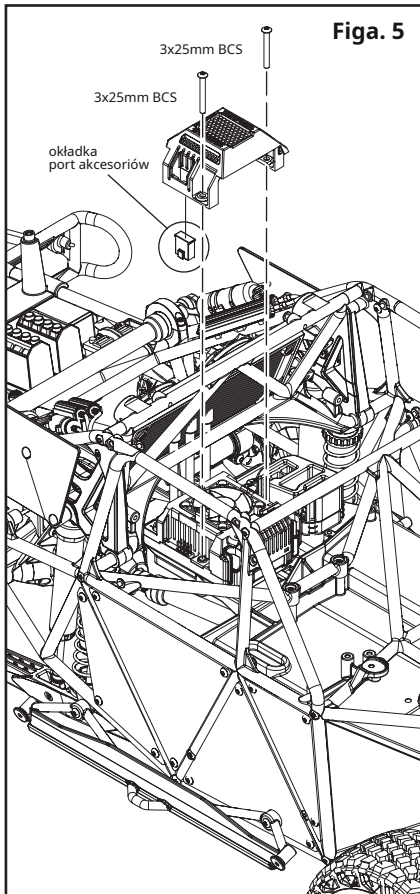

Fig. 5
2. Wyjmij 3 x 25mm BCS (2) z elektronicznego regulatora prędkości (ESC), aby zdjąć osłonę wentylatora (rys. 5).
3. Zdejmij osłonę portu akcesoriów (rys. 5), a następnie ponownie zamontuj osłonę wentylatora na ESC, używając 3 x 25 mm BCS. Uważaj, aby nie przyciąć przewodów ESC podczas ponownej instalacji.